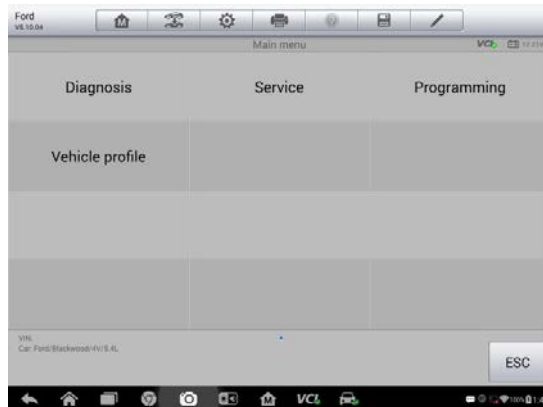

Abbildung 4-3 Beispiel eines Fahrzeug-Diagnosebildschirms
5. Tippen Sie auf **Fertig**. Das Fahrzeug wird in wenigen Sekunden identifiziert, und sobald der Abgleich erfolgreich war, führt Sie das System direkt auf den Fahrzeug-Diagnosebildschirm. (*Figure 4-3*)
9. Wählen Sie **Ja** und der Fahrzeugdiagnosebildschirm wird angezeigt. (*Figure 4-3*)
6. Wählen Sie **Ja** und der Fahrzeugdiagnosebildschirm wird angezeigt. (*Figure 4-3*)